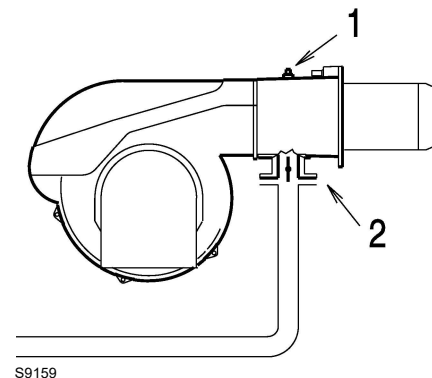

Fig. 33
Presión de gas en la toma 1)(Fig. 33), con:
- válvula de mariposa del gas a la máxima apertura (90°) como se indica en la Fig. 33;
Pérdida de carga válvula de mariposa del gas 2)(Fig. 33) con apertura máxima: 90°.
- restar a la presión gas en la toma 1)(Fig. 33) la presión de la cámara de combustión.
Presión gas en la toma 1)(Fig. 33) = 13,4 mbar
Para conocer la presión gas necesaria en la toma 1)(Fig. 33), fijada la potencia máxima de modulación a la cual se desea que funcione el quemador:
- Leer a la derecha, columna 1, la presión en la toma 1)(Fig. 33).
presión necesaria para la toma 1)(Fig. 33).